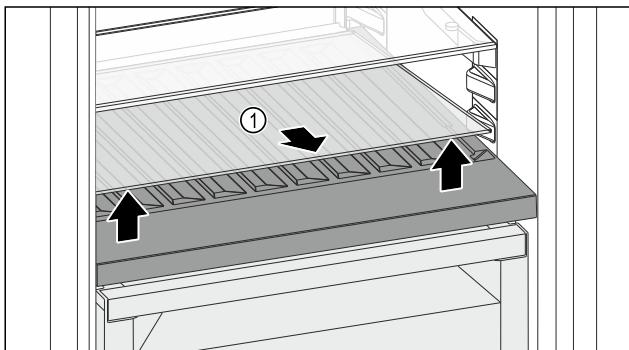

Fig. 114
- ▶ Levante la placa de vidrio Fig. 114 (1) por la entalladura de la parte delantera y retírela.
- ▶ Guarde la placa de vidrio Fig. 114 (1) de forma segura fuera del electrodoméstico.